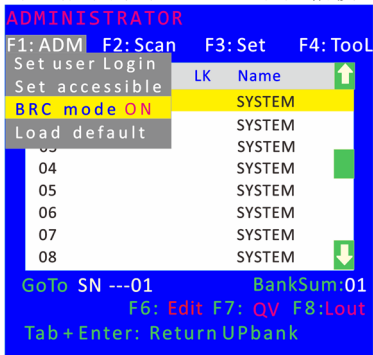
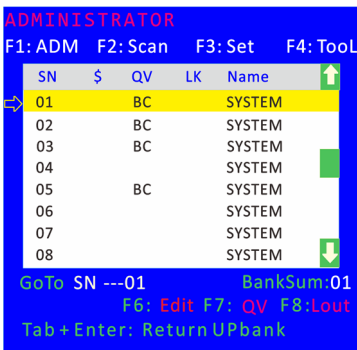

图 4-1.6
图 4-1.7
- ✧ BRC Mode off- 按【Enter】 键，关闭或者打开 BRC 广播模式（图 4-1.6）。进入主菜单，按【F7】按键增加或者删除需要广播的端口，设置为广播的端口在主菜单 QV 栏目下显示为 BC 图标，如图 4-1.7
【F1】→BRC Mode OFF→按【Enter】键→BRC Mode ON (图 4-1.6)
按【↑】【↓】键→选择需要打开广播功能的端口→按【F7】→主菜单 QV 栏内会出现 BC 图标（图 4-1.7），该端口已进入广播模式
按【F1】->BRC Mode OFF ->按【Enter】键,进入主菜单,所有带有# 图标的端口改为 BC 图标(图 4-1.7)